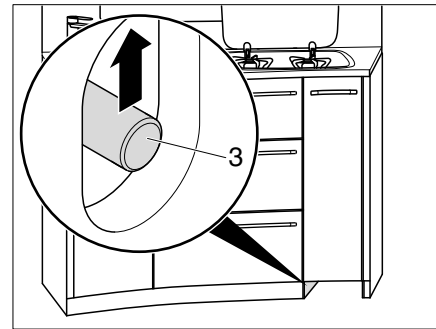

Fig. 127 Déverrouiller les tiroirs de cuisine
- Pousser la tige de poussée (Fig. 127,3) vers le haut.